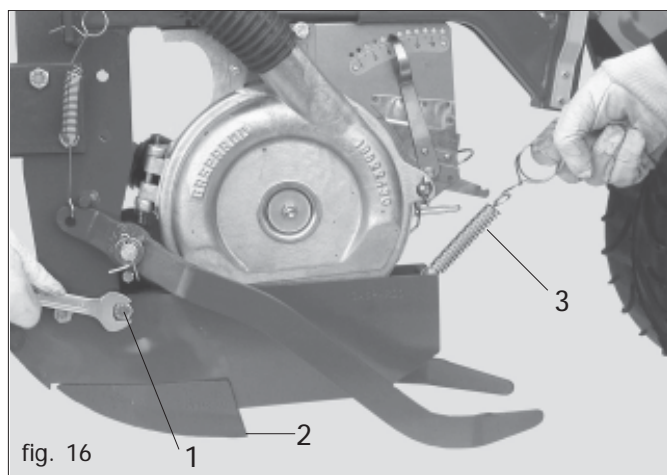

fig. 16
- 2) Enlever la vis antibond éventuelle (1 Figure 16);